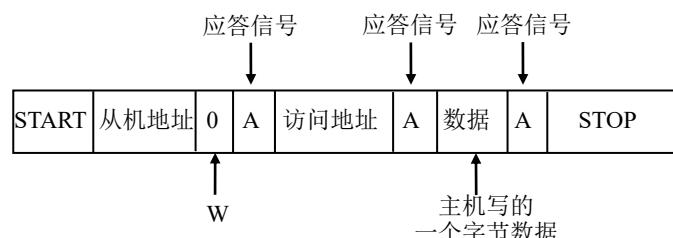

Figure 16-7 主机向从机写数据
如 Figure 16-7 所示，主机要向从机写 1 个字节数据时，主机首先产生 START 信号，然后紧跟着发送一个从机地址，这个地址共有 7 位，紧接着的第 8 位是数据方向位 (R/W)，0 表示主机发送数据 (写)，1 表示主机接收数据 (读)，这时候主机等待从机的应答信号 (A)，当主机收到应答信号时，发送要访问的地址，继续等待从机的应答信号，当主机收到应答信号时，发送 1 个字节的数据，继续等待从机的应答信号，当主机收到应答信号时，产生停止信号，结束传送过程。
如 Figure 16-7 所示，主机要从从机读 1 个字节数据时，主机首先产生 START 信号，然后紧跟着